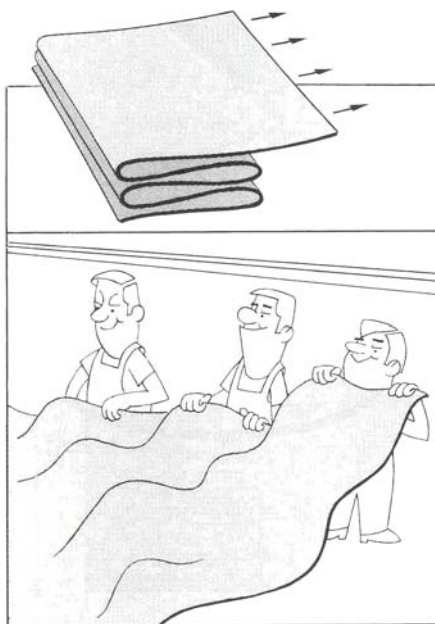

Рис.3
4.1.4. Разворачивайте и растягивайте лист по поверхности кровли в направлении 2 (рис.3) Для легкого раскладывания волновыми движениями создавайте так называемые воздушные подушки под листом и таким образом свободно и без натяжений подгоняйте его на нужное место.